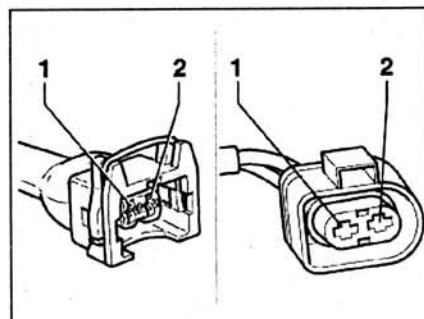

Рис. 2.148. Если заданное значение достигается: включите зажигание.
19. Если заданное значение достигается: включите зажигание. Измерьте напряжение между контактом 1 клапана и соединением на «массу» двигателя (рис. 2.148). Заданное значение: напряжение батареи.